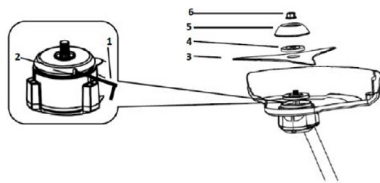

Fig. 3
- Per installare la protezione di sicurezza, collegare le sue estremità ai fori su ciascun lato dell'alloggiamento (vedere fig.3).